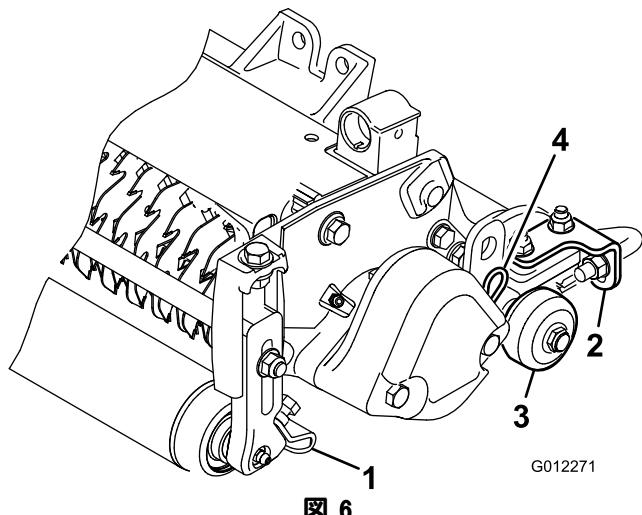

図6
1. ローラスクレーパを固定しているフランジナットをゆるめる（図6）。
整備場の床にバーチカッターを降ろすときやトラクションユニットから外して床に置く場合には、ブレードが床にあたって破損しないよう、必ず移動用ローラを降ろしてください（図 6）。